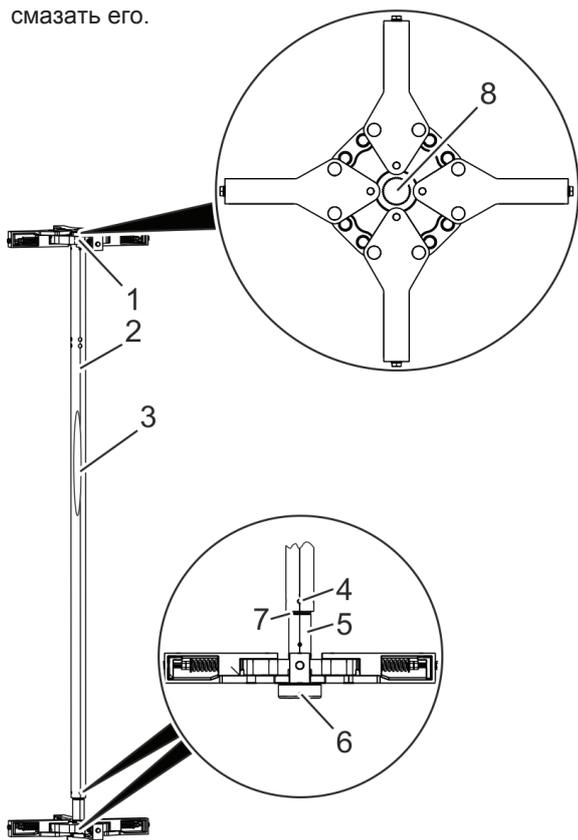
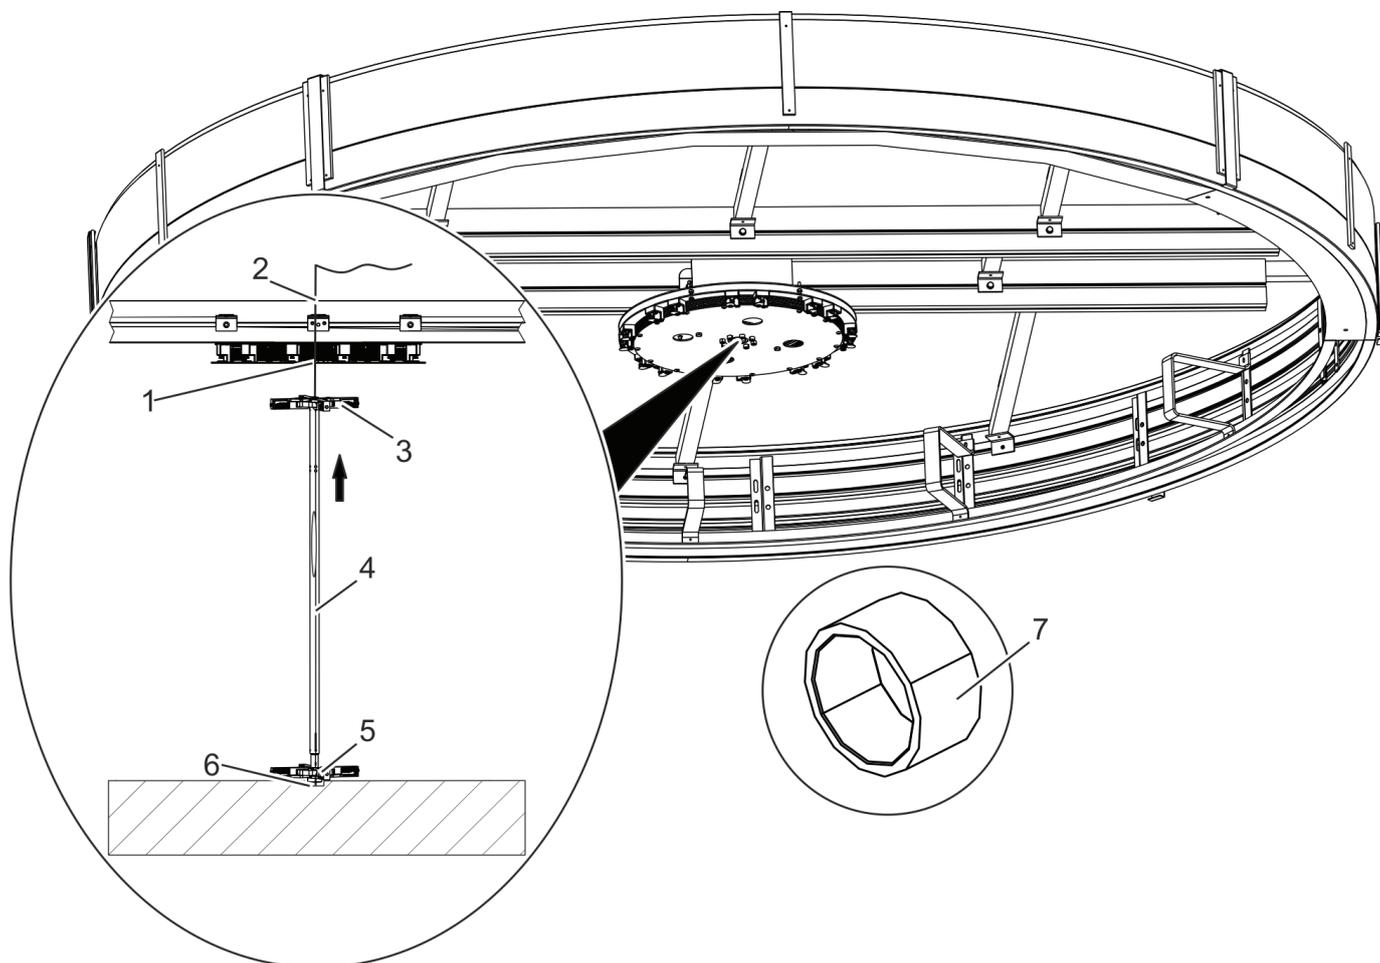
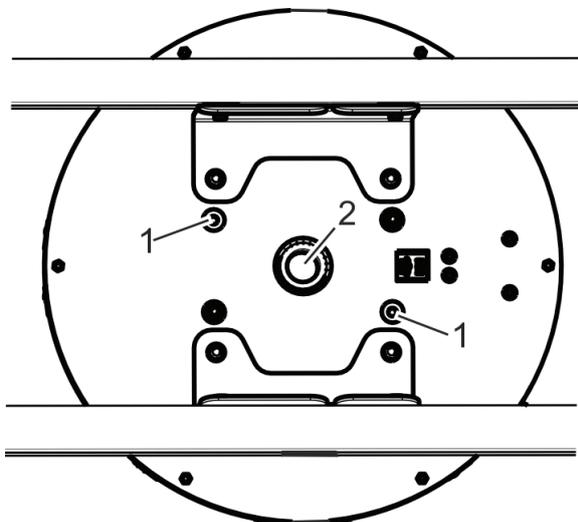

Рис. 77 Центральная ось складного турникета
Рис. 78 Вставка центральной оси и фитингов складного турникета
Рис. 80 Привод (вид сверху)
2. Сделать отметки на валу (рис. 77/2) и вставке (рис. 77/5) с помощью фломастера для упрощения последующего выравнивания.
3. Ослабить крепежные винты (4 шт.) на периметре вала (рис. 77/4) и отвернуть их.
4. Извлечь пружинное кольцо (рис. 77/7).
5. Прижать вал (рис. 77/2) и вставку (рис. 77/5) друг к другу.
6. Вставить втулку складного турникета (рис. 78/7) сверху в верхнюю крестовину (рис. 77/8).
7. Вставить нижнюю крестовину (рис. 78/5) вертикально в нижний подшипник (рис. 78/6).
Протянуть кабель (рис. 78/2) с верхней крестовины (рис. 78/3) через центр привода (рис. 78/1).
10. Вытянуть центральную ось (рис. 78/3) в направлении стрелки. Выровнять нижний конец (рис. 77/5) вала (рис. 77/2) относительно крепежных отверстий и отметок, сделанных фломастером.
11. Вставить крепежные винты (4 шт.) по окружности вала (рис. 77/4) в существующие отверстия и завернуть их.
12. Установить пружинное кольцо (рис. 77/7) на вал (рис. 77/2).
14. Вставить кабель для штифтов пружинных контактов снизу через центр привода (рис. 80/2).
Аккуратно вставить зубчатый вал сверху через центр привода (рис. 80/2), через складную муфту (рис. 77/8) в механизм фитинга верхней
крестовины (рис. 78/3) и протянуть кабель через зубчатый вал. Смазать зубья зубчатого вала при его вставке.
17. Вынуть крепежные винты для монтажа и транспортировки (рис. 80/1) из верхней стороны привода (рис. 80). Не выбрасывать крепежные винты для транспортировки, а оставить их и отдать оператору установки во время инструктажа.
18. Зафиксировать соединительную крышку на смотровом отверстии (рис. 77/3).